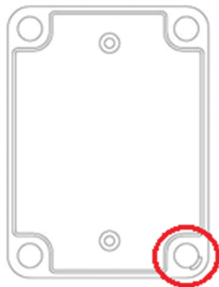

Рис. 2
**Примечание.** Корпус следует крепить таким образом, чтобы шлиц винта находился в правом углу дна (см. рис. 2)